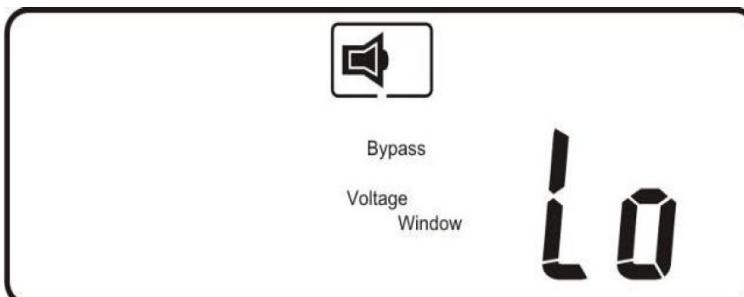

Рис. S1
- Диапазон напряжения Байпаса — рис. S1